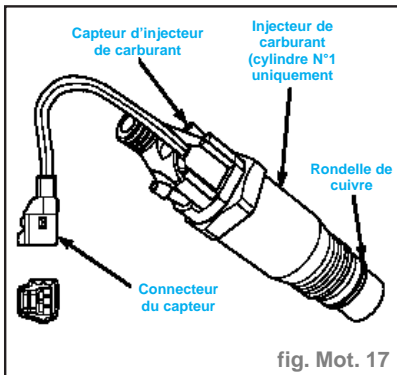

fig. Mot. 17
- Quatre injecteurs de carburant sont utilisés sur chaque moteur. Ils sont de deux types différents. L'injecteur de carburant du cylindre N°1 est équipé d'un capteur d'injecteur (fig. Mot. 17). Les trois autres injecteurs sont identiques. **Ne pas placer l'injecteur de carburant équipé du capteur d'injecteur dans un autre cylindre que le cylindre N°1.**